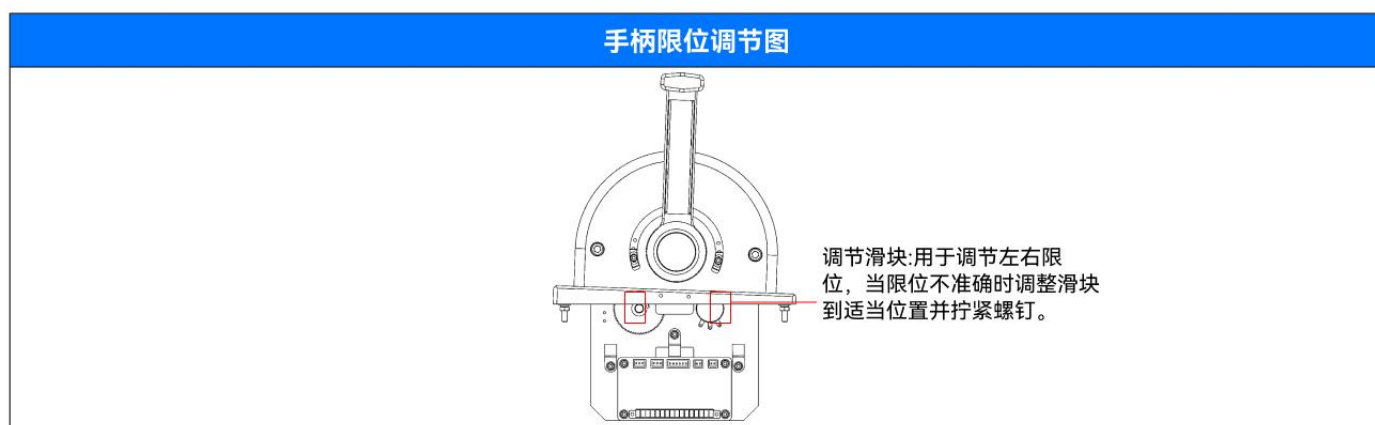

图4.2
2. 握柄转动范围的调节，如图4.2中的调节滑块，用于调节左右限位，当限位不准确时调整滑块到适当位置。